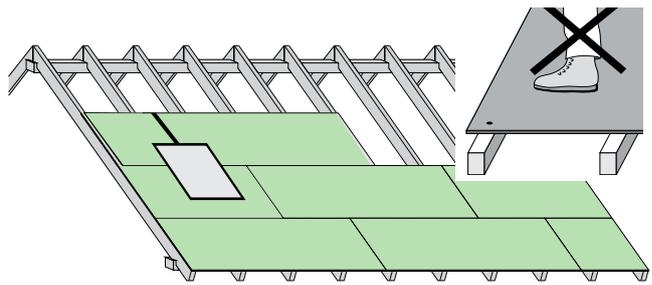

Abb. 9
- Unterdeckung an der Traufe beginnend, rechtwinklig im Verband, mit dicht gestoßenen Fugen (ggf. mit Verklebung) verlegen. Mit Reststück der 1. Plattenreihe beginnt man die 2. Reihe (Abb.9).
- Befindet sich direkt über dem Dachflächenfenster ein Vertikalstoß, muß dieser mit PAVATEX-Dichtprodukten abgeklebt werden (Abb.9)
- Platten nur im Sparrenbereich begehen. (Abb.9)